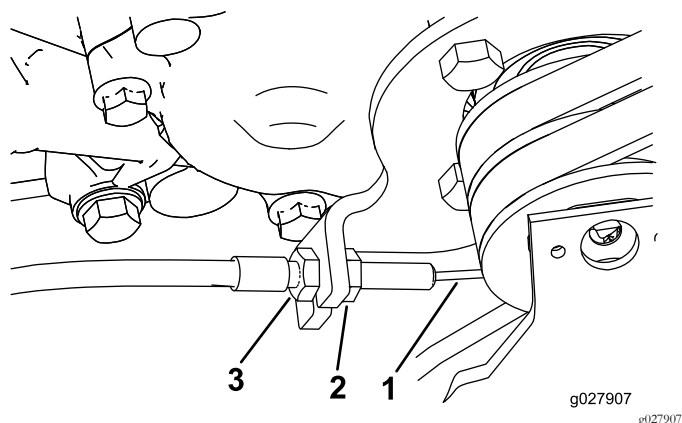

Рисунок 43
3. Для увеличения натяжения троса ослабляйте переднюю зажимную гайку троса, одновременно затягивая заднюю зажимную гайку троса (Рисунок 43) до получения на рычаге управления тягой требуемого усилия 2,75 – 3,25 кг.